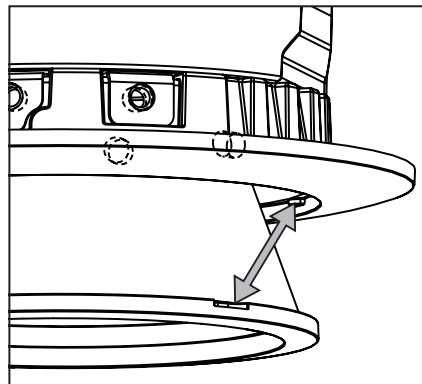

Figura 18
**Paso 5.** Presione el deflector o el reflector de vuelta en el accesorio. Note que el deflector tiene depresiones en él, que deben alinearse con las pestañas en el anillo del borde (Figura 18).